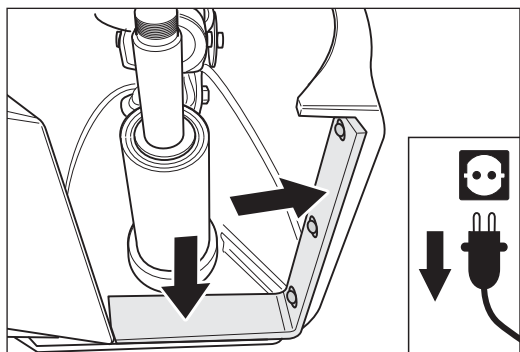

Abb. 47 Der Dichtfilz darf keine Beschädigungen aufweisen. Gegebenenfalls muss er ersetzt werden!
- Beachten Sie, dass der Dichtfilz nicht beschädigt oder abgenutzt ist (Abb. 47)!